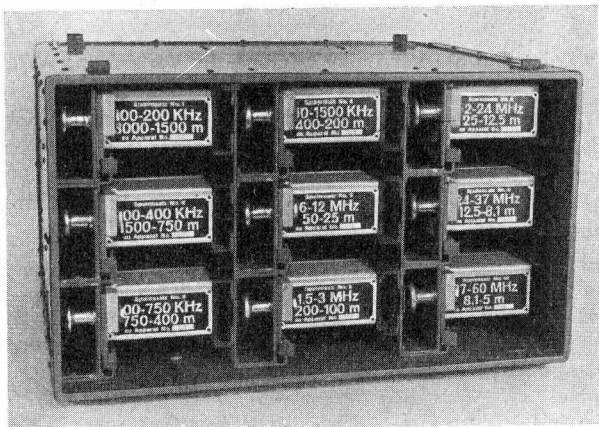

Bild 59. Spulensatzkiste des E 41.
b) Die Spulensatzbox (siehe Bild 59).